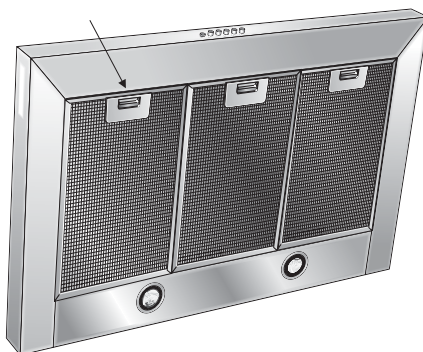

Fig.1A
- Per lo smontaggio agire sulle maniglie (Fig.1A/B).
- Open by means of the handle (Fig.1A/B).
- Pour le démontage agir sur les poignées (Fig.1A/B).
- Betätigen Sie zum Ausbau die Griffe (Abb. 1A/B).
- Para quitarlos obrar en las manillas (Fig.1A/B).
- Om de vetfilters te demonteren maak de handgrepen los (Fig.1A/B).